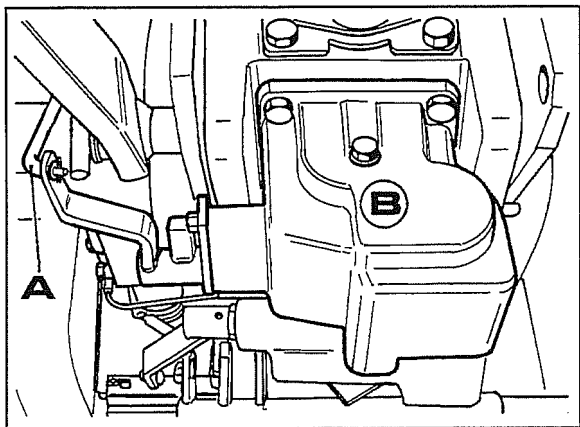

Fig. 1
3. Desligar o mecanismo **A** fig. 1 comando tomada de força ventral e retirar o grupo tomada de força ventral **B** fig. 1.